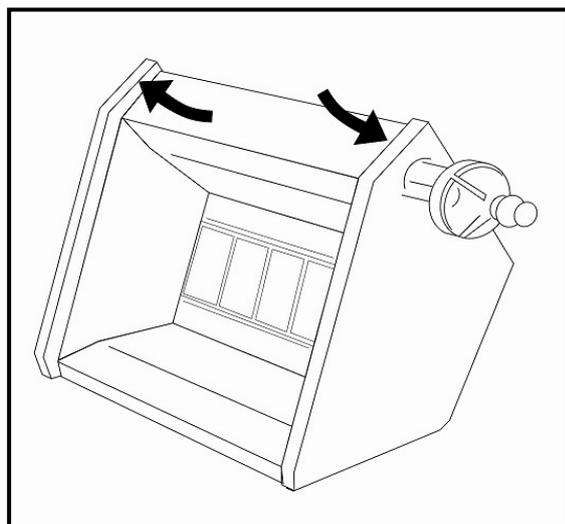

Fig. 31: Dépliage des 4 languettes
- ⇒ Dépliez les 4 languettes sur l'appareil (voir Fig. 31).